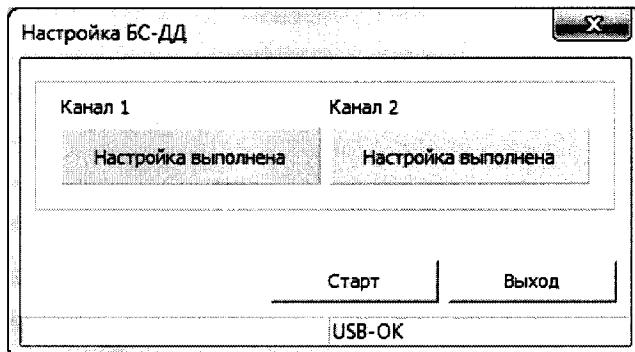

Рисунок 4
8.4.3 Если настройка завершилась успешно, то появятся надписи, подсвеченные зеленым цветом, для обеих линий связи «Настройка выполнена» (рисунок 4).